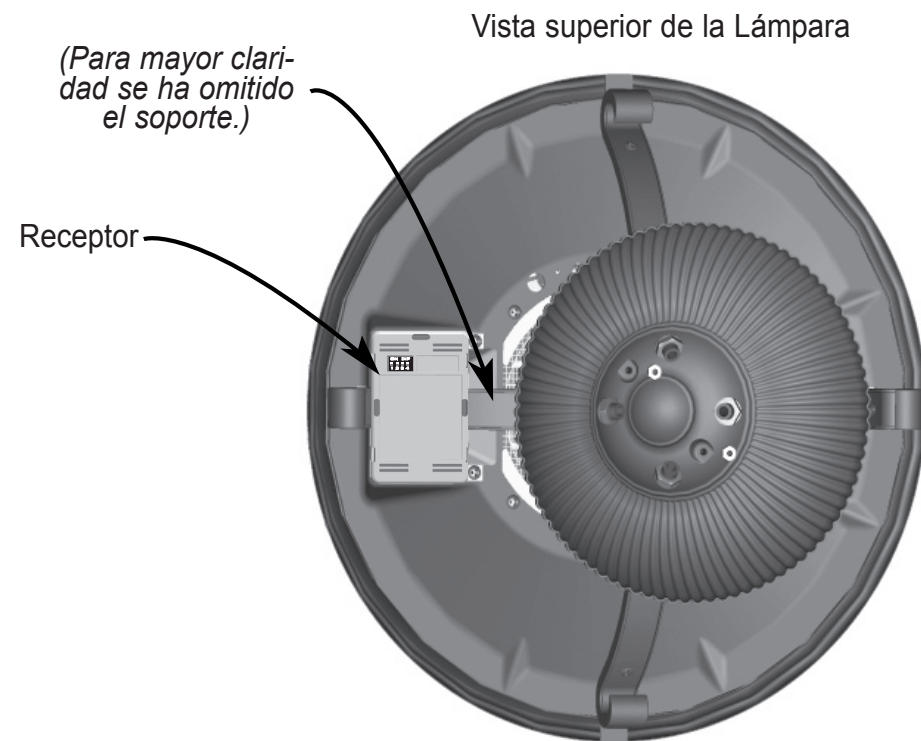

Figura 1 - Receptor
1) Examinando la parte superior de la lámpara, localice el Receptor como se muestra en la Figura 1.